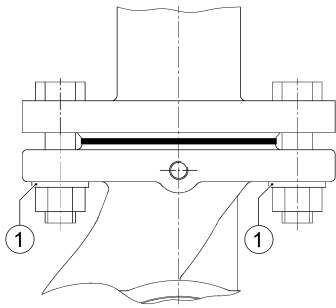

Fig. 12: Montaggio con flangia combinata
- Tra la testa della vite/del dado e la flangia combinata utilizzare le rondelle fornite a corredo (fig. 12, pos. 1).